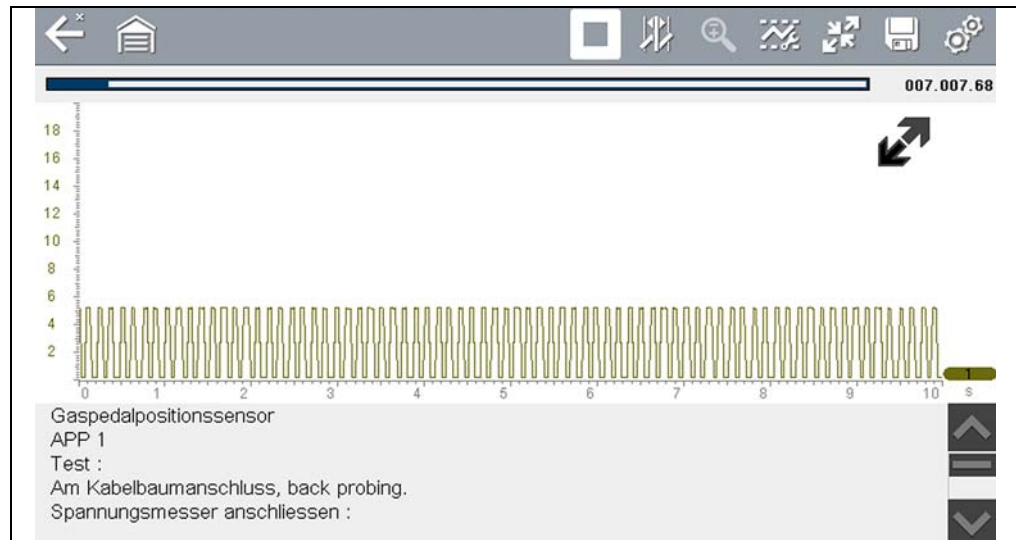

Abbildung 8-5 Beispiel eines Prüfbildschirms
3. Wählen Sie in der Liste eine Option aus. Daraufhin wird der Prüfbildschirm angezeigt (Abbildung 8-5).